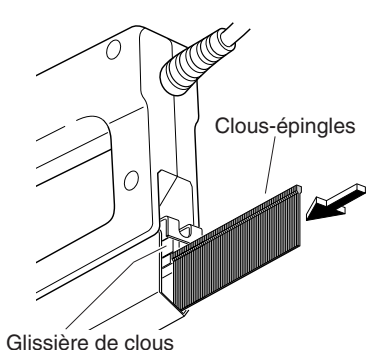

Figure 4
4. Introduire les clous dans la glissière, par l'arrière du magasin (voir la figure 4, page 6). Veiller à orienter les clous la pointe vers le bas de l'outil.